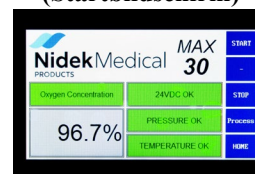

Abbildung 3
**Gelbe Angaben:** Die Bildschirme Startseite (Home) und Verfahren (Process) (Abb. 3 und 4) zeigen gelbe Angaben an, wenn etwas außerhalb der normalen Bedingungen funktioniert.
Der Bildschirm STARTSEITE (HOME) (Abb. 3) zeigt folgende Angaben: Ausgangsdruck NIEDRIG/OK, Konzentration NIEDRIG/OK und Temperatur OK/HOCH.